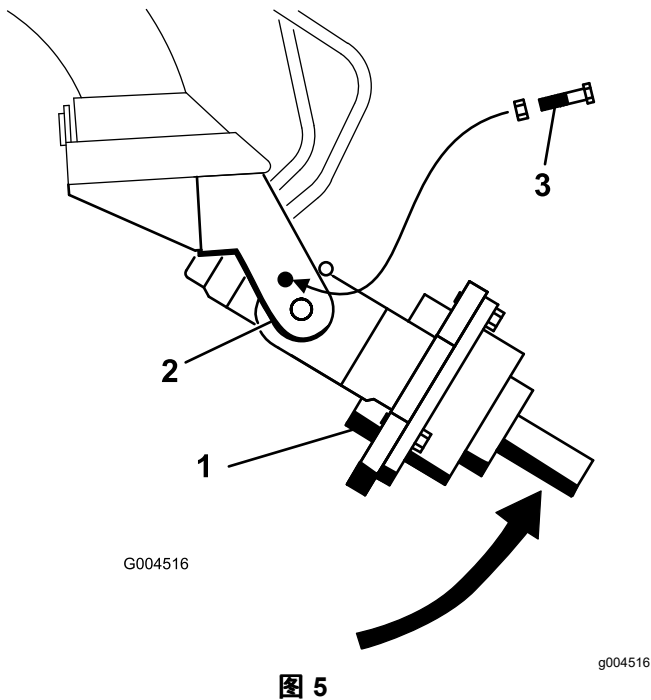

图 5
- 手动向上旋转螺旋钻驱动头直到您可以将螺栓  $\frac{1}{2} \times 2\frac{1}{2}$  英寸滑入托架臂上的孔中固定驱动头。用螺母  $\frac{1}{2}$  英寸轻轻固定螺栓如图 5 所示。
3. 手动向上旋转螺旋钻驱动头直到您可以将螺栓  $\frac{1}{2} \times 2\frac{1}{2}$  英寸滑入托架臂上的孔中固定驱动头。用螺母  $\frac{1}{2}$  英寸轻轻固定螺栓如图 5 所示。